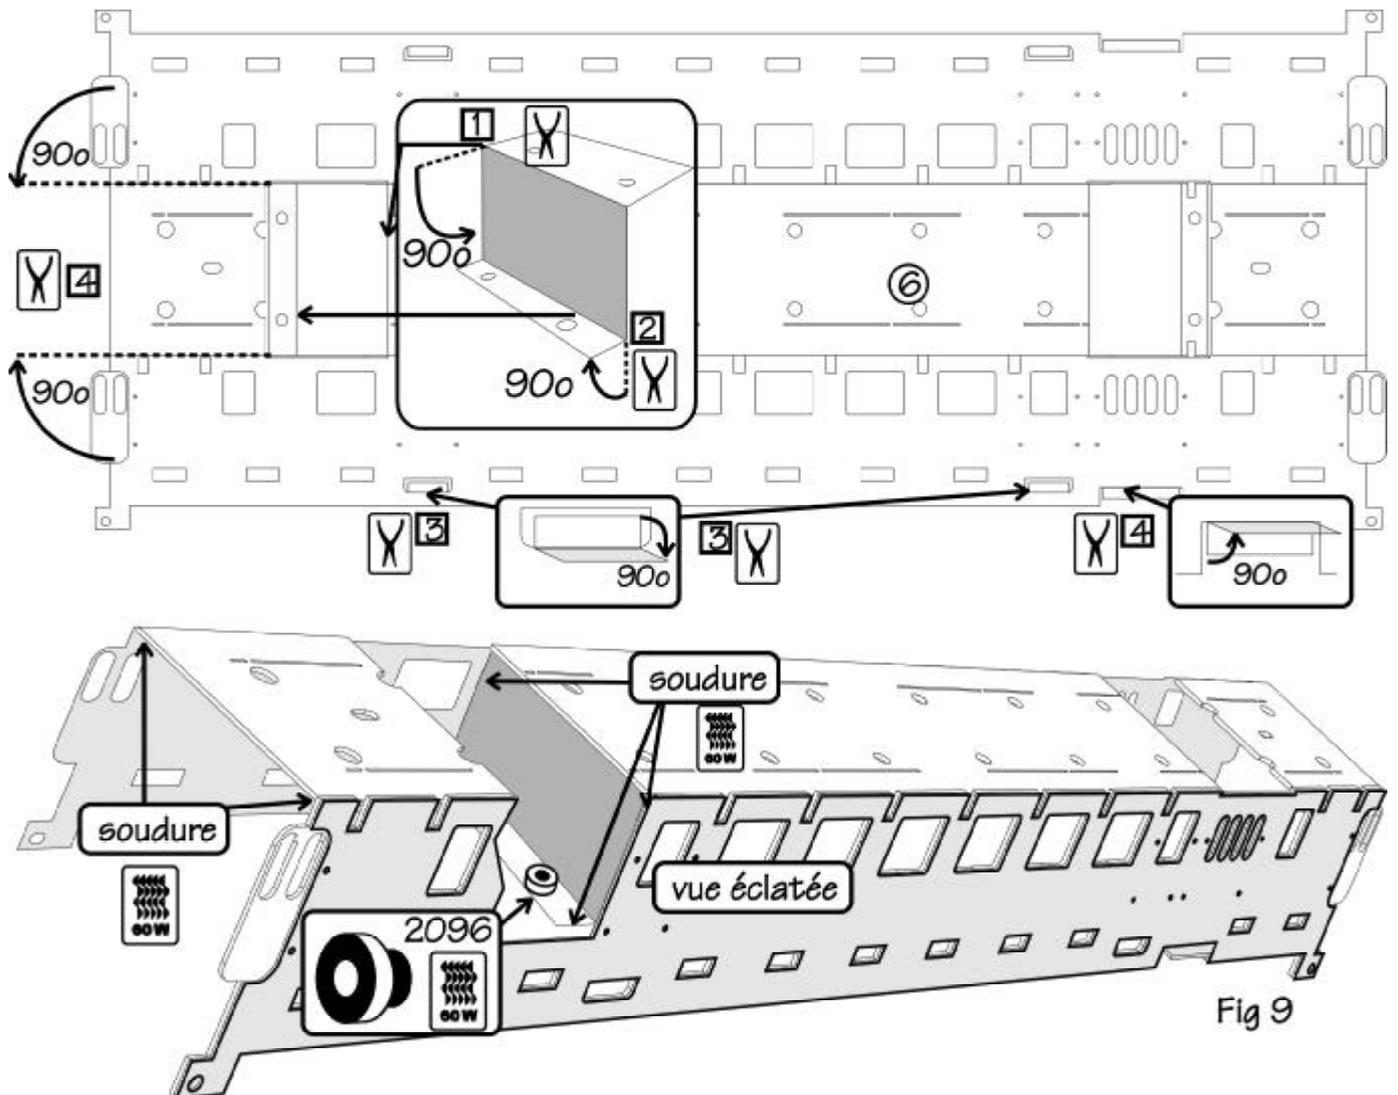

Fig 9
- 2.2 : Plier la sous caisse comme indiqué à la Fig 9 et vérifier l'alignement.